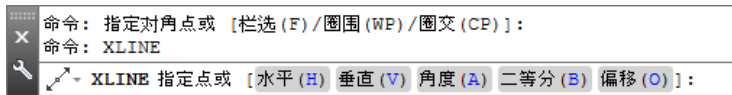

图 2.1.8 命令行提示
Step2. 选择构造线类型。在图 2.1.8 所示的命令行的提示下输入字母 H，然后按 Enter 键。
垂直构造线的方向是竖直的（即与当前坐标系的 X 轴的夹角为 90° ）。下面说明垂直构造线绘制的一般操作步骤：选择下拉菜单 **绘图(D)** → **构造线(L)** 命令；在图 2.1.8 所示的命令行提示下，输入字母 V（即选择 **垂直(V)** 选项绘制垂直构造线）后按 Enter 键；选择任意位置点——点 A 作为通过点；按 Enter 键完成绘制。
Step3. 在图 2.1.8 所示的命令行提示下，输入字母 A 后按 Enter 键。
(1) 在命令行 **输入构造线的角度 (0) 或 [参照(R)]:** 的提示下，输入字母 R 后按 Enter
Step2. 在图 2.1.8 所示的命令行提示下, 输入字母 A 后按 Enter 键。
Step3. 在图 2.1.8 所示的命令行提示下, 输入字母 B 后按 Enter 键。
Step3. 在图 2.1.8 所示的命令行提示下, 输入字母 O 后按 Enter 键。